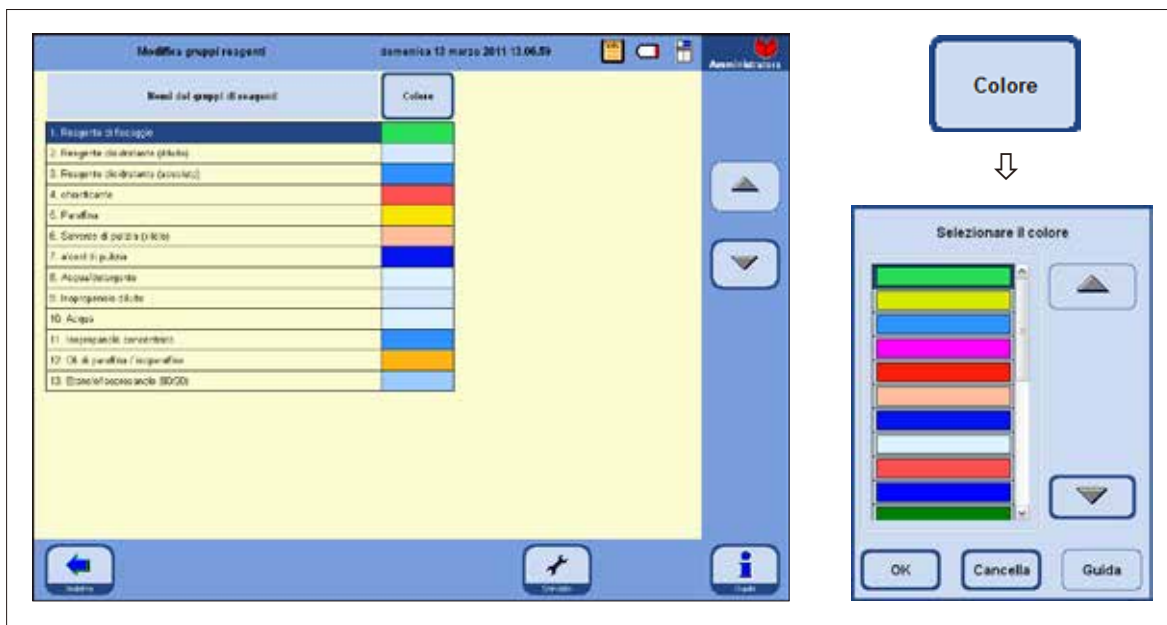

Fig. 148
Nella finestra **MODIFICA GRUPPI REAGENTI** (fig. 148) è possibile scegliere i colori da utilizzare nella visualizzazione grafica del programma per ogni gruppo di reagenti.
- Premere il tasto **COLORE** nell'intestazione della tabella; si apre la finestra **SELEZIONARE IL COLORE** (fig. 148).